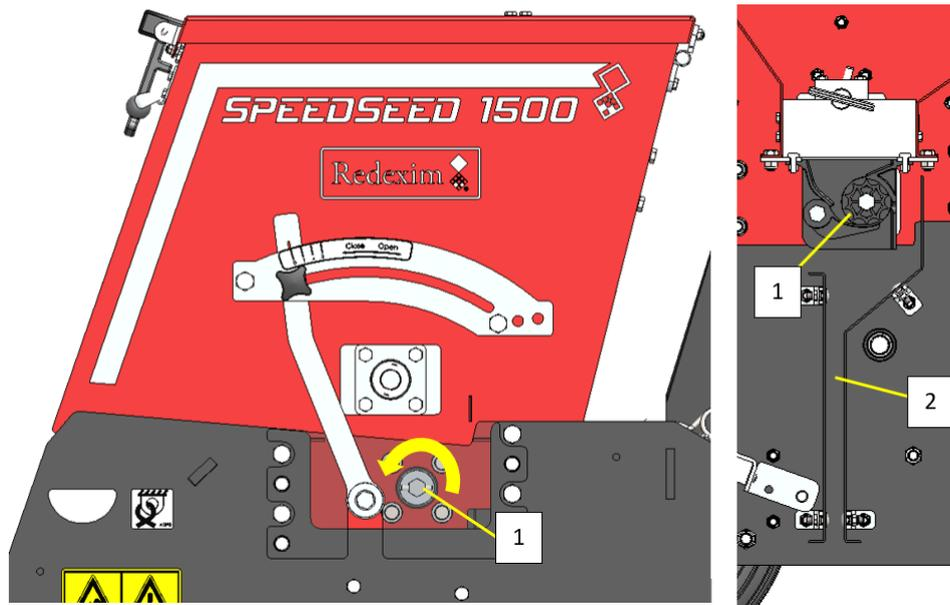

Fig. 5-1
Gire el eje en la dirección indicada por la flecha. (Ver Fig. 5-1)
- Compruebe que el paso de semillas (2) no esté bloqueado. (Fig. 5-1)